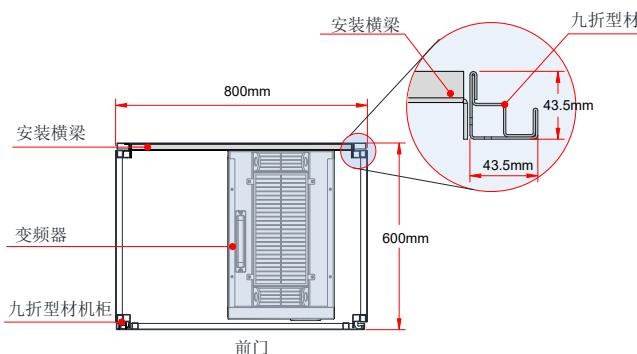

图 3-15 200kW ~ 450kW 机柜俯视示意图
- 1、建议机柜柜体采用九折型材机柜（PS 机柜），九折型材截面如放大图如图 3-15 所示；